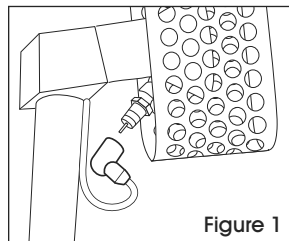

Figure 1
1. First, detach the igniter connector from the spark plug at the front of the gun. (See Figure 1) Then unscrew the two Phillips screws on the cage to detach the head from the #975 heat gun.
1. Détachez d'abord le connecteur de l'allumeur de la bougie d'allumage à l'avant du pistolet. (Voir Figure 1) Puis, dévissez les deux vis cruciformes situées sur la cage pour détacher la tête du pistolet thermique n° 975.